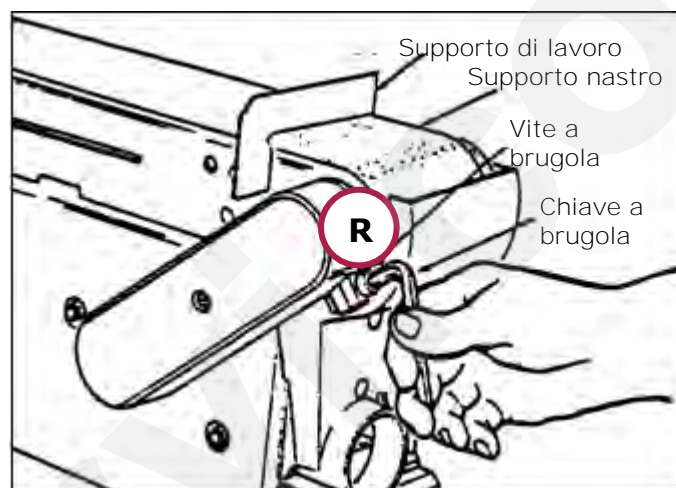

Figura 21 – Vite di bloccaggio telaio porta-nastro.
1. Allentare la leva di blocco (E), ruotandola in senso antiorario (figura 21).
2. **Inclinare la tavola secondo l'angolazione desiderata, verificando l'inclinazione sulla scala graduata (figura 21), dopodiché ri-bloccare la tavola serrando la leva (E) in senso orario.**